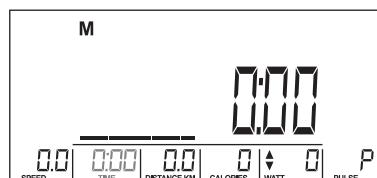
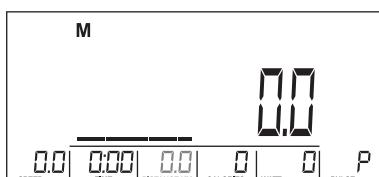
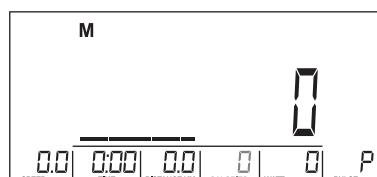
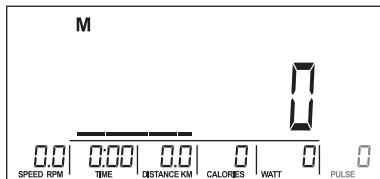

Рис. 10
Рис. 11
Рис. 12
Рис. 13
- За допомогою регулятора встановіть TIME (Рис. 10), DIST (Рис. 11), CALORIES (Рис.12), PULSE (Рис.13) і натисніть MODE для підтвердження.